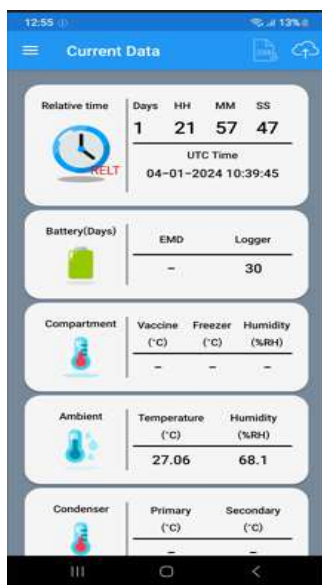

Figura 34 Vista de datos actuales en el panel de la aplicación móvil
- Una vez descargados los datos, se pueden visualizar en el panel de la aplicación como se muestra en la figura 34.